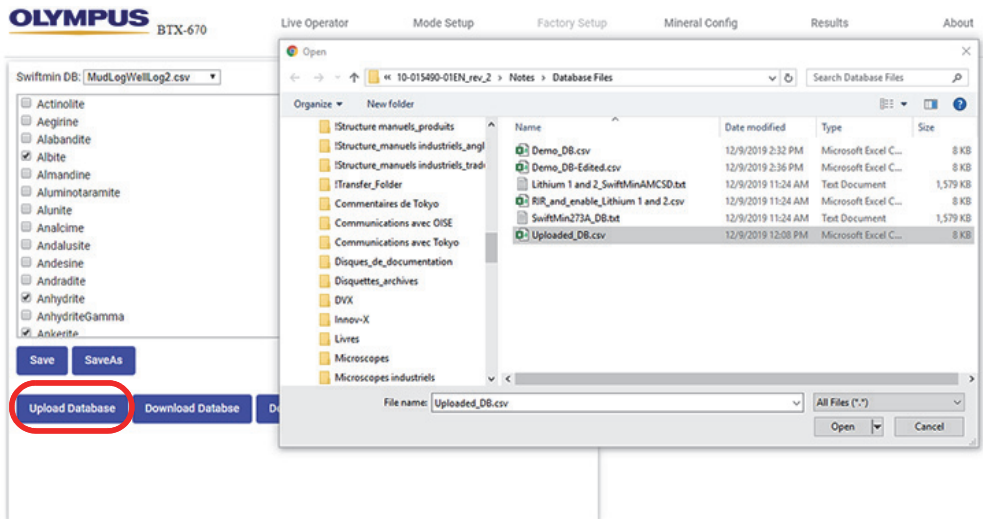

Figura 5-9 Upload del database
1. Cliccare su **Upload Database** (Upload del database) per aprire la finestra esplora file (vedi Figura 5-9 a pagina 79).